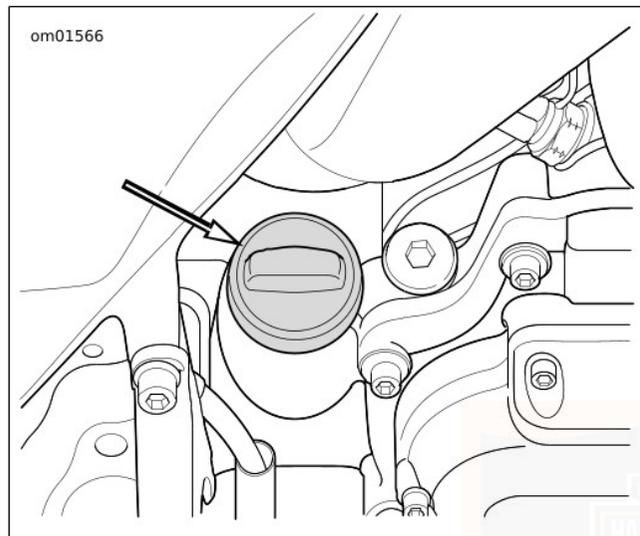

Figura 58. Tappo del rifornimento dell'olio motore
2. Vedere Figura 58. Rimuovere il tappo del rifornimento/astina di livello dell'olio ed asciugare l'astina di livello. Inserire l'astina di livello e serrarla nel bocchettone di rifornimento.
3. Vedere Figura 58. Rimuovere il tappo del rifornimento/astina di livello dell'olio ed asciugare l'astina di livello. Inserire l'astina di livello e serrarla nel bocchettone di rifornimento.